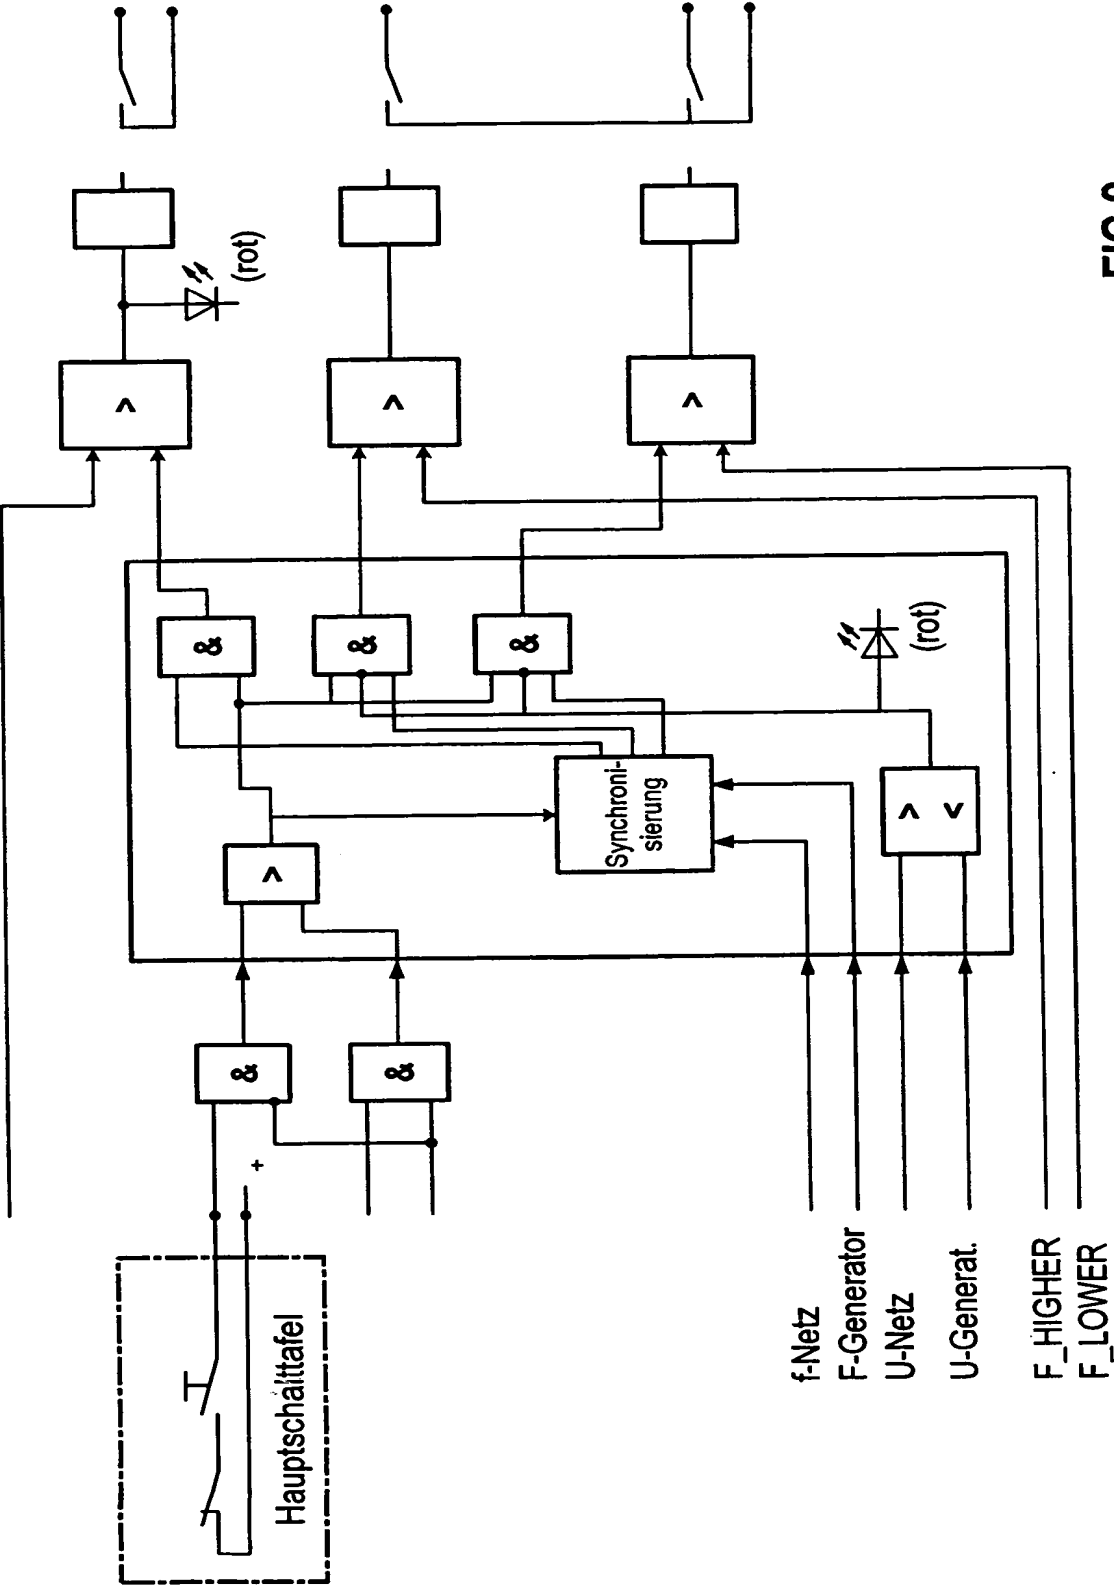

FIG 9
9.7.8 Die Funktionsabläufe bei der Synchronisierung zeigt Fig. 9